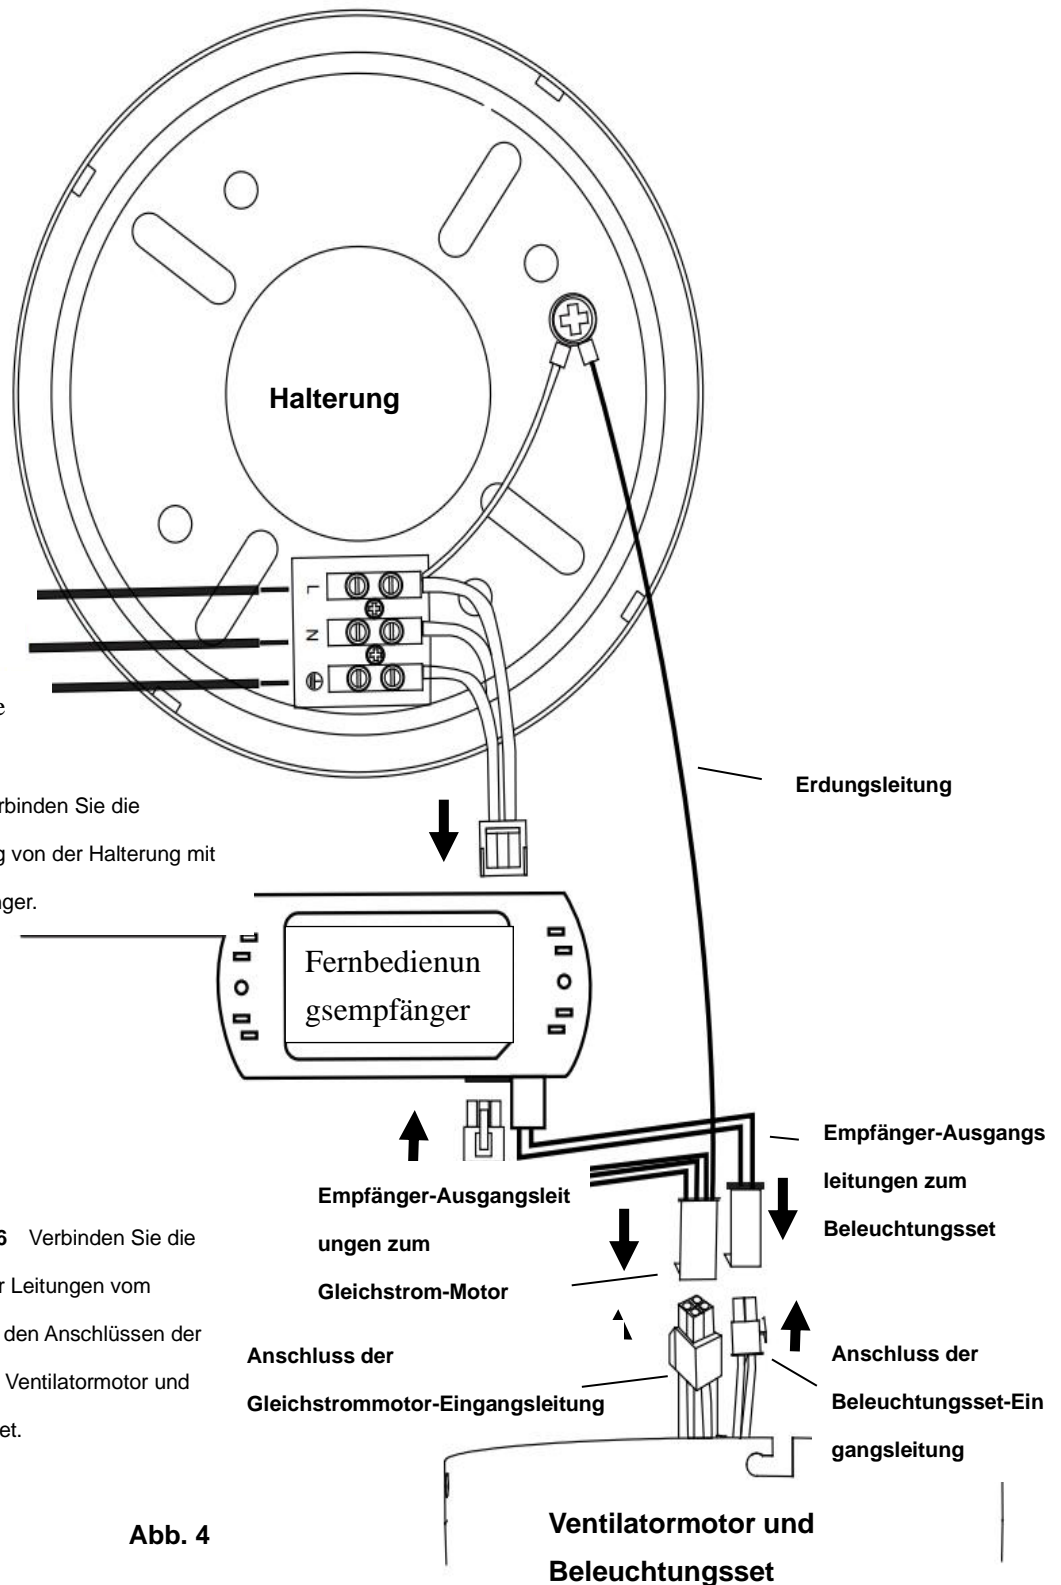

Abb. 4
Von der Netzversorgung zur Klemmleiste an der Montagehalterung: (Abb. 4)
Von der Montagehalterung zum Empfänger und Motor: (Abb. 4)
2. Schließen Sie die Ausgangsleitungen des Gleichstrom-Fernbedienungsempfängers (von der Halterung mit Erdungsleitung) an den Ausgang des Gleichstrom-Fernbedienungsempfängers an (**Abb. 4**).
Schließen Sie die Ausgangsleitungen des Gleichstrom-Fernbedienungsempfängers mit Erdungsleitung (von der Halterung mit Erdungsleitung) an den Eingang des Ventilatormotors an (**Abb. 4**).